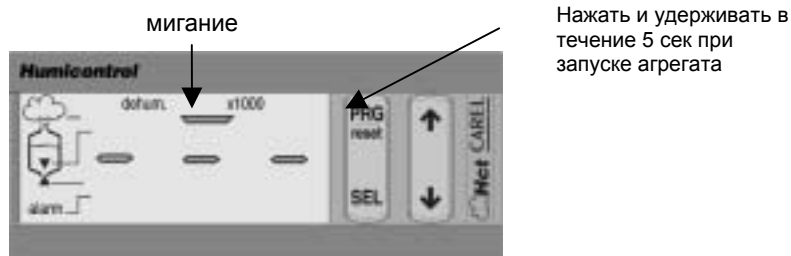

Рис. 7.5.1
- Отпустите кнопку PRG не позднее 3 секунд для подтверждения вызова и сохранения параметров по умолчанию; при подтверждении значений черточка будет гореть в течение 2 сек (как показано на рис. 7.5.1);